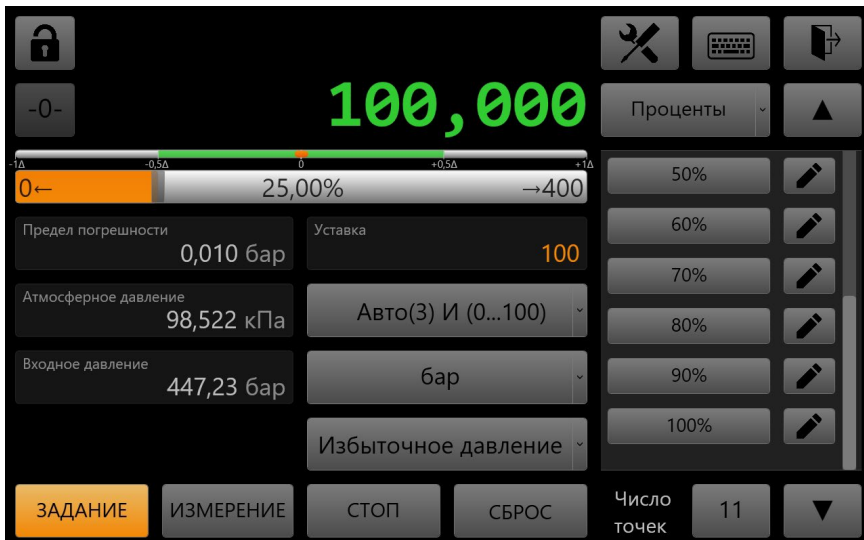

Рис. 7. Ввод уставки по процентам
2.3.2.3 По нажатии кнопки  появляется меню типа ввода уставки с пунктами: **Ручной ввод**, **Задан. процент**, **Программа**. Цифровая клавиатура ввода соответствует пункту **Ручной ввод**. При выборе типа ввода **Задан. процент** цифровая панель ввода принимает следующий вид (Рис. 7).